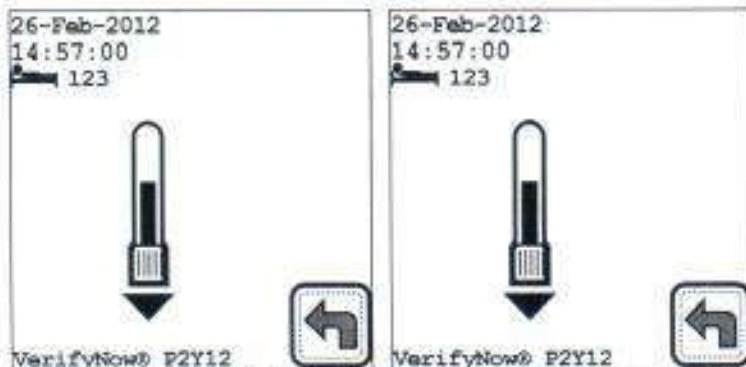

Figura 4-6 Resultado de EQC
7. Si el instrumento está operando dentro de sus especificaciones, se mostrará APROBADO (PASS) al término del análisis (Figura 4-6).ng (Fig Asimismo, se informarán los valores numéricos para los diagnósticos, junto con el rango aceptable para cada parámetro. Cuando el EQC se haya completado, pulse la tecla Siguiente (Next)  para regresar al menú principal.